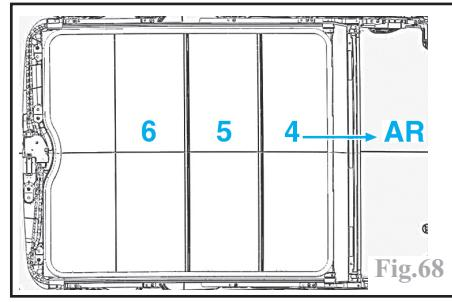

Fig.68
En agissant sur la commande (3) par paliers successifs, dégager les 3 premiers volets occulteurs (4, 5 et 6) dans le sens AR les uns après les autres (Fig.68).